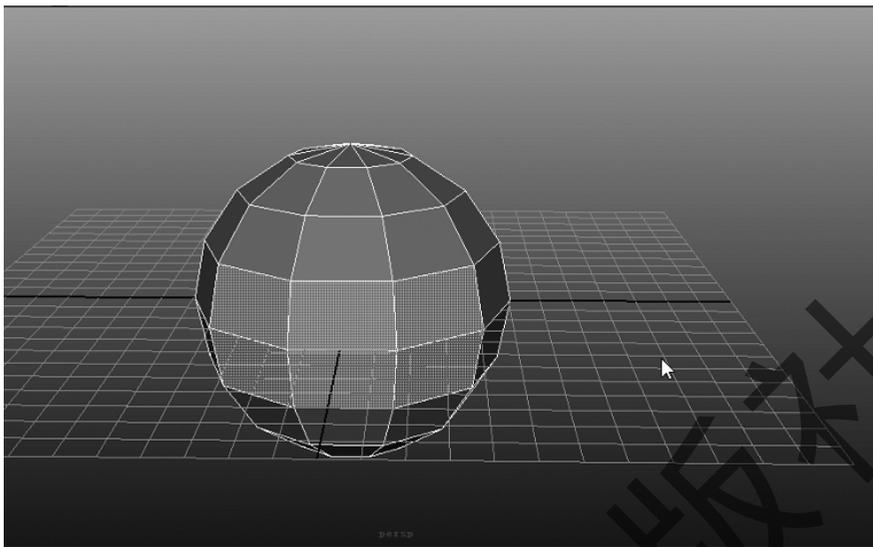

图 4-3 面编辑
Step 2:按键盘上 F11 或通过鼠标的状态选择进入面选择状态,进行面的选取,选多个面时,需要利用 Shift 键加选,如图 4-3 所示。